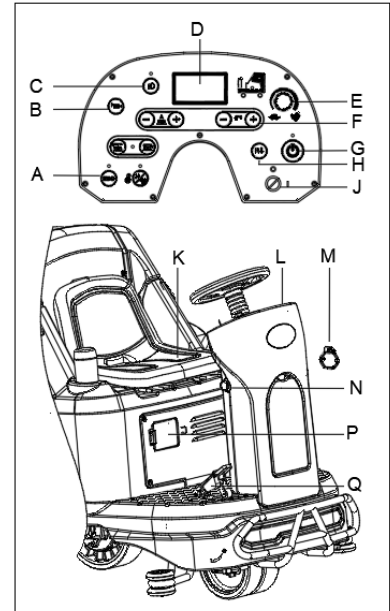

Abb. 13
2. Setzen Sie sich auf den Sitz (K, Abb. 13), stecken Sie den Zündschlüssel (J, Abb. 13) ein und drehen Sie ihn auf „I“. Prüfen Sie den Status der Akkus am Displaybildschirm. Laden Sie die Akkus ggf. vollständig auf (siehe dazu das Verfahren im Kapitel Wartung).
Die Vorwärts-/Rückwärtsfahrrichtung kann mit dem Schalter gesteuert werden (H, Abb. 13). Die Fahrgeschwindigkeit kann mit dem Regler (E, Abb. 13) eingestellt werden.
4. Drücken Sie die Sofortstart-Taste (G, Abb. 13), um die Maschine zu starten, die Saugleiste und die Bürsten senken sich automatisch auf den Boden ab und der Saugmotor beginnt zu arbeiten.
5. Drücken Sie die Steuertasten für die Reinigungslösung (F, Abb. 13) entsprechend der Art der durchzuführenden Reinigung.
6. Drücken Sie das Beschleunigungspedal (Q, Abb. 13) und beginnen Sie mit der Reinigung.
7. Sie können Ihr Telefon oder Pad über den USB-Ladeanschluss (M, Abb. 13) aufladen, wenn der Zündschlüssel (J, Abb. 13) auf „I“ gestellt ist.
8. Drücken Sie die Hupentaste (B, Abb. 13), um Personen bei Bedarf zu warnen.
9. Drücken Sie bei Bedarf die Not-Aus-Taste (N, Abb. 13) für einen Maschinen-Not-Stopp.
10. Falls erforderlich, drücken Sie die Taste für die Vorderleuchten (C, Abb. 13) in dunklen Bereichen oder um Fußgänger zu warnen.
11. Falls erforderlich, stellen Sie den Sitz (K, Abb. 13) ein, indem Sie den Griff auf der rechten Seite des Sitzes nach rechts drehen und den Sitz in die richtige Position schieben.
Der Bürstenmotor, Saugmotor, Antriebsmotor und die Steuerschaltung sind durch einen Überlastschutz geschützt (P, Abb. 13). Wird der Überlastschutz ausgelöst, setzen Sie ihn nicht zurück, ohne die Ursache herauszufinden, und vergewissern Sie sich, dass der Motor abgekühlt ist, bevor Sie diesen zurücksetzen.
12. Lassen Sie das Beschleunigungspedal (Q, Abb. 13) los, stoppt die Maschine den Betrieb.
13. Drücken Sie die Sofortstart-Taste (G, Abb. 13), um die Bürsten und den Saugmotor zu stoppen. Die Bürsten und Saugleiste heben sich automatisch vom Fußboden ab. Das Saugsystem schaltet sich nach wenigen Sekunden ab.